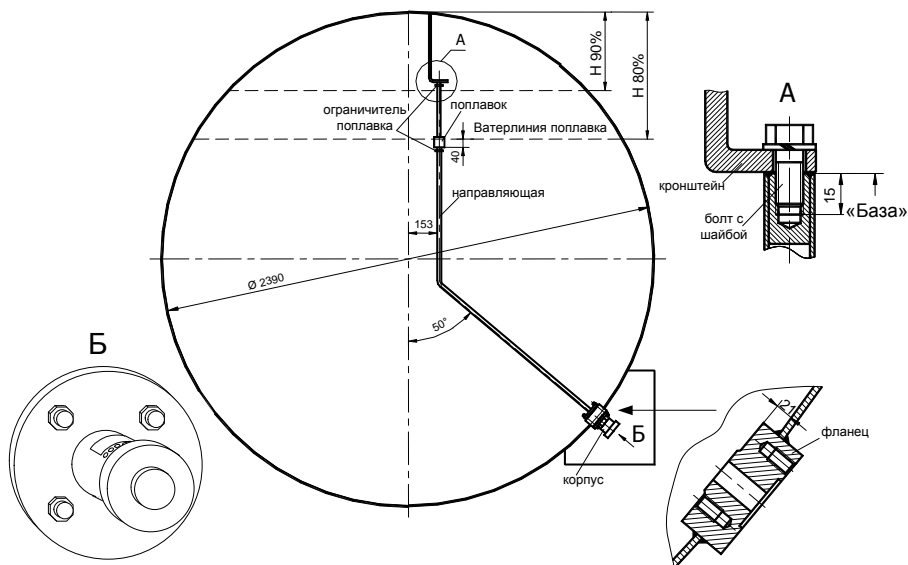

Рисунок 5 – Установка в цистерне
3.5.4 Направляющую внутри контейнера-цистерны прикрепить к фланцу (рисунок В.1) через прокладку (рисунок Б.1), к кронштейну (рисунок 5) болтами с шайбами. Направляющую допускается подгибать по месту, не допуская механических напряжений в местах сварки.
**Примечание** – Размеры контрольных уровней, соответствующие степени наполнения в процентах от полной вместимости даны от «Базы» (рисунок 5).